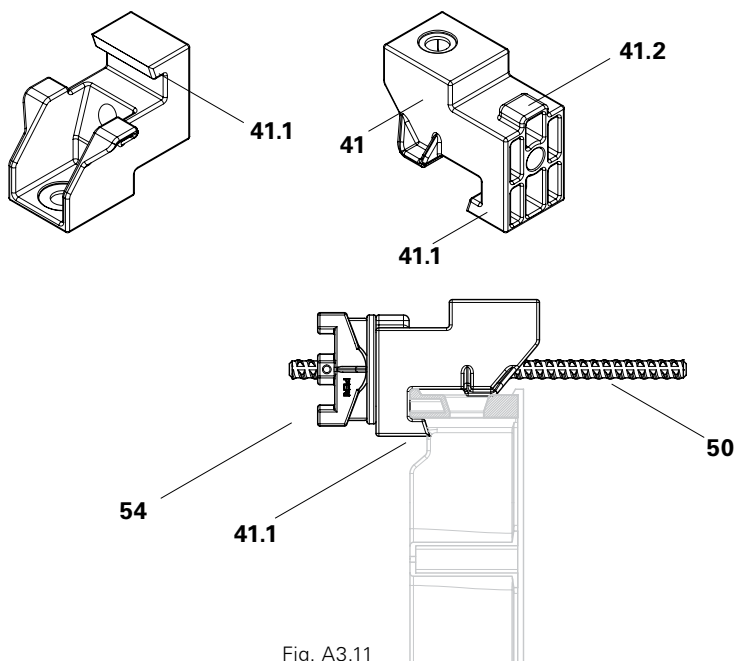

Fig. A3.11
2. Inserire il tirante (50) nel supporto telaio.
3. Serrare il tirante con la piastra con dado DW 15 (54). (Fig. A3.11)